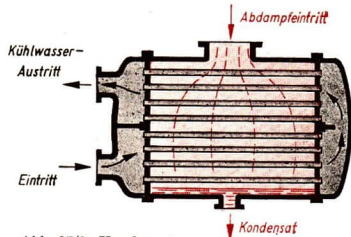

Abb. 97/1. Kondensator
5. Der Kondensator. Nachdem der Dampf Arbeit verrichtet hat, strömt er in den Kondensator (Abb. 97/1). In ihm wird dem Dampf mit Hilfe von *Kühlwasser* weitere Energie entzogen, so daß er zu Wasser kondensiert. Dadurch verringert sich sehr stark das Volumen, das der Dampf einnahm, so daß ein Unterdruck entsteht. Er führt zu einer weiteren Erhöhung der Geschwindigkeit des Dampfes in der Turbine. Während bei Anlagen ohne Kondensator, beispielsweise bei der Lokomotive, der Dampf mit einem Druck von etwa 3 at bis 4 at der Maschine entströmt, sinkt bei Anlagen mit Kondensator der Dampfdruck in der Maschine bis auf den Kondensator-